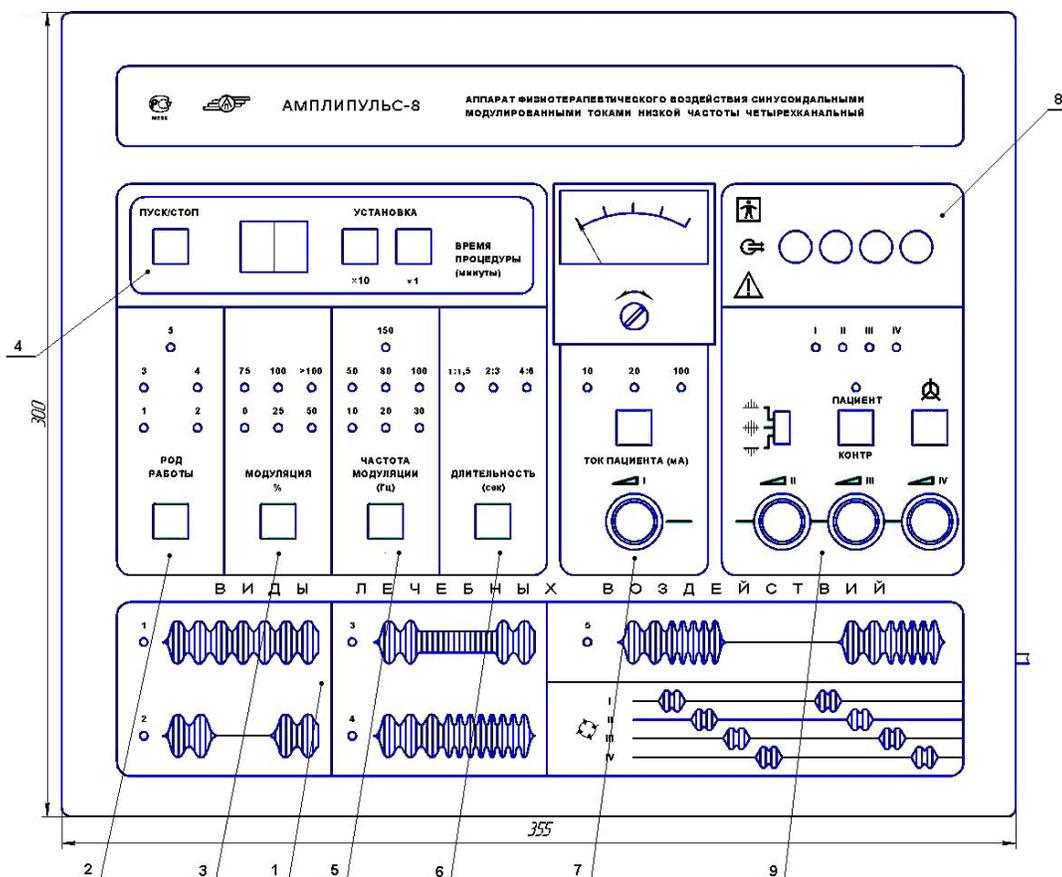
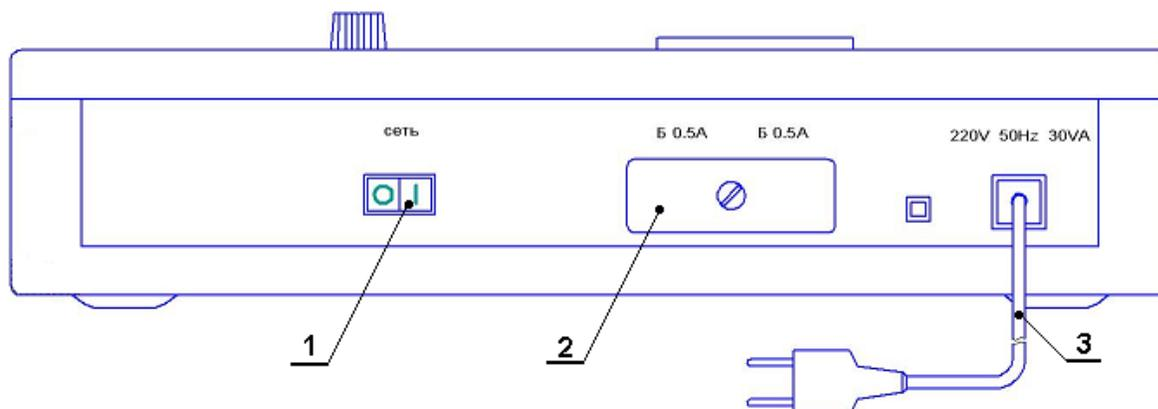

Рисунок 2.1 – Вид верхней панели
Рисунок 2.2 – Вид боковой стенки
2.4.1 Органы управления, подключения и индикации расположены на верхней панели (рисунок 2.1) и на правой боковой стенке (рисунок 2.2).